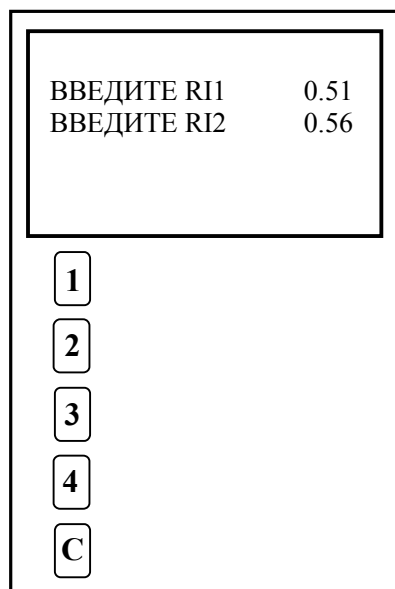

Рисунок 12
13.9 Пользователю предлагается также рассчитать «Показатель резерва вазодилатации». С помощью функциональных клавиш «1» и «2» необходимо ввести показатели индекса резистентности до тестирования и на момент достижения заданной концентрации CO₂ (Рис.12). Далее нажмите функциональную клавишу «4».